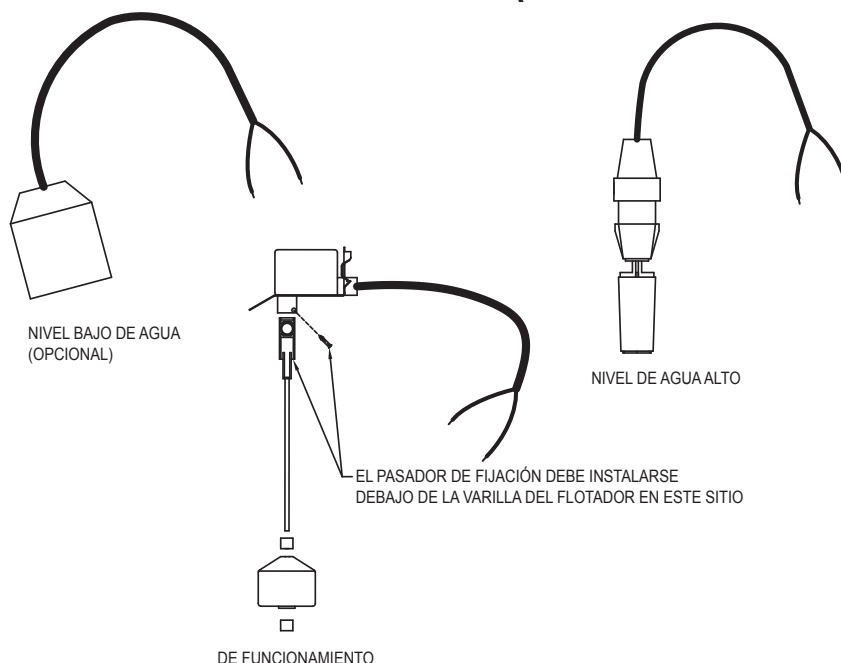

FIGURA 6
8. Monte los componentes del flotador de funcionamiento según se ve en la Figura 6. Instale interruptores de flotador como se ve en la Figura 1.